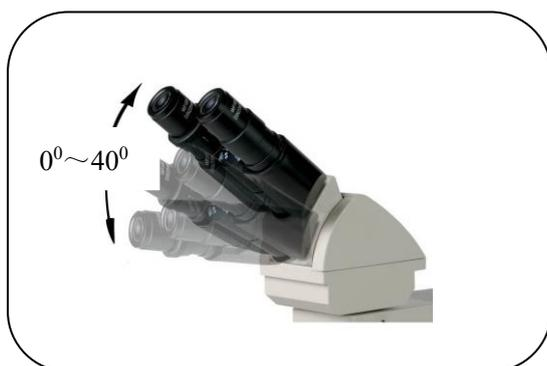

Рис. 10
- 1) Натяжение ручки грубой фокусировки можно регулировать для этого вращайте кольцо (1) по часовой стрелке для того, чтобы увеличить натяжение и против часовой стрелки, чтобы его уменьшить.
6.5. Регулировка угла наклона окулярных трубок (рис. 10)